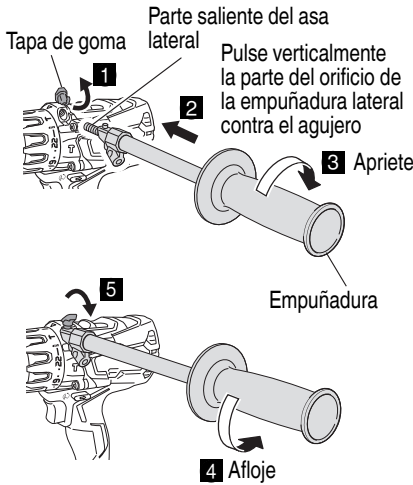

Fig. 10
3. Instalación/desmontaje del asa lateral. (Fig. 10)